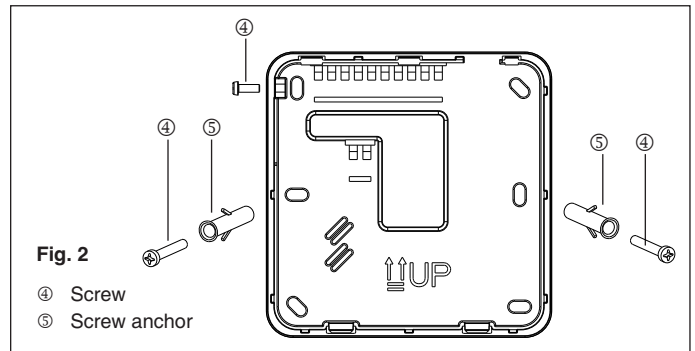
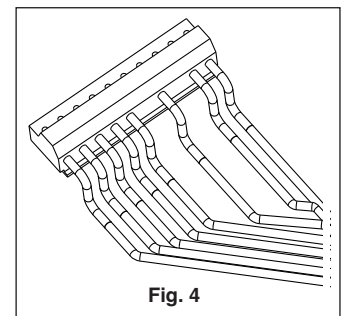

Fig. 2
Fig. 4
- Retire o parafuso de bloqueio no lado superior esquerdo para separar a unidade do controlo (Fig. 2). Fixe a unidade na parede e marque os orifícios para perfuração.
- Efectue as ligações nos conectores de controlo (Fig. 4).
- Fixe o comando de parede utilizando as buchas específicas ⑤.
- Feche de novo o comando com a sua tampa por meio do parafusoremovido anteriormente (Fig. 2).